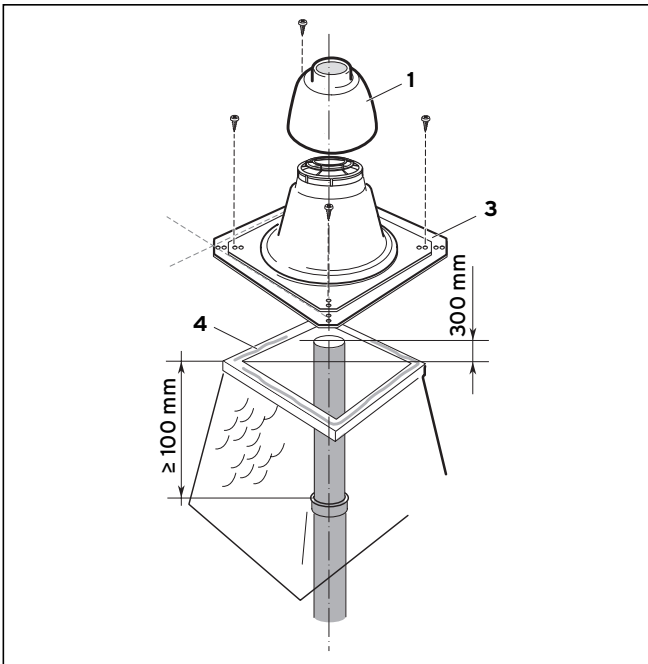

Рис. 6.17 Монтаж насадки на шахту при жесткой системе отвода продуктов сгорания в шахте
- Загерметизируйте край устья силиконом (4, см. рис. 6.17).
При необходимости можно уменьшить ножку насадки на шахту (3, см. рис. 6.17) (отпилить край).
- Закрепите ножку насадки на шахту (3, см. рис. 6.17) четырьмя винтами на краю устья.
- Жажмите колпак насадки на шахту (1, см. рис. 6.17) на трубу жесткой системы отвода продуктов сгорания и сильно надавите. (Колпак не защелкивается в ножке.)